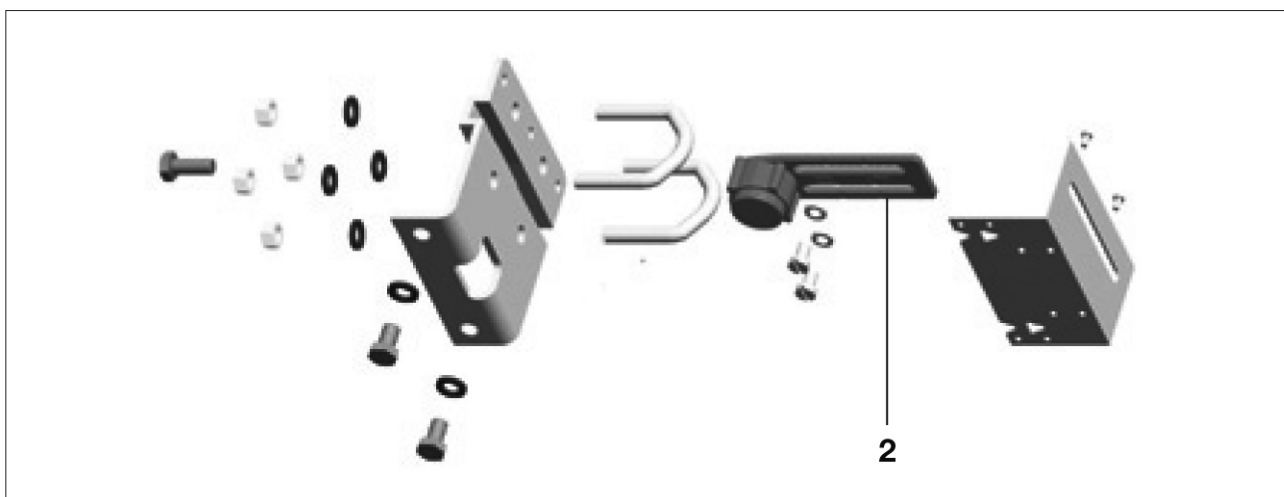

Bild 4: Montagekit für Linearantriebe mit Säule
1. Magnetbügel (2) in waagerechter Position, locker an der Kupplung anschrauben. Siehe Bild 4 und 5.